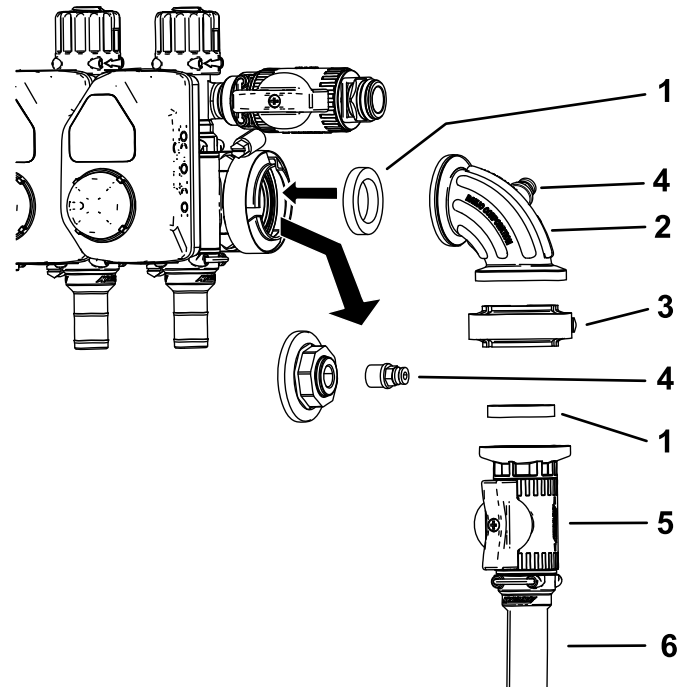

图 21
- 从压力表的端口处拆下软管盖和连接器 图 21。
- 安装控制阀总成如图 21 中所示。
- 将连接器装入 90 度弯头上的开口端 图 21。